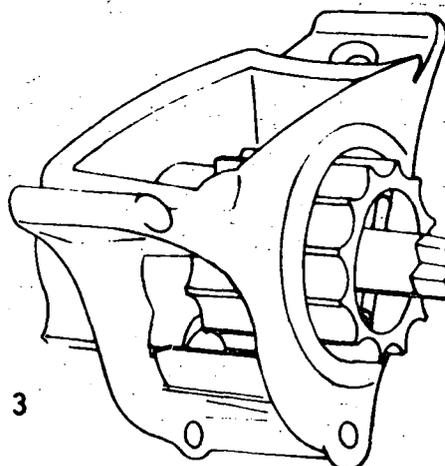

Fig. 3
*Alimentador de cilindro canaletado.* Também chamado de alimentação forçada. As sementes são levadas, através da taça, por um cilindro canaletado (fig. 3). Este alimentador é muito comum.